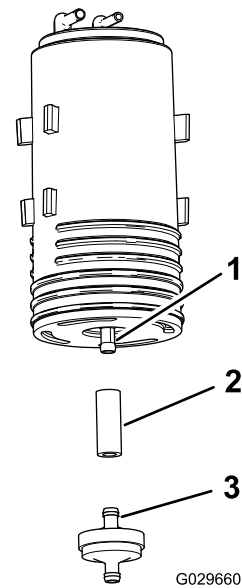

Figure 45
- Déposez le filtre et le petit flexible du raccord inférieur sur l'ancienne cartouche de charbon actif (Figure 45).
- Branchez le flexible sur le raccord inférieur de la nouvelle cartouche de charbon actif (Figure 45).
6. Insérez le raccord du nouveau filtre à charbon actif dans le flexible (Figure 45).